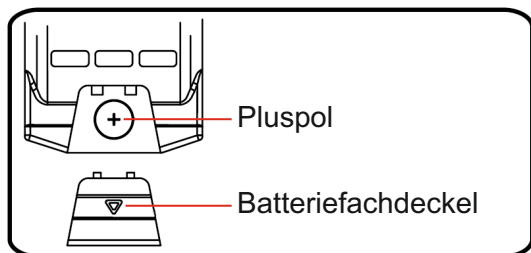

Abb. 1
- » Legen Sie die CR2032-Batterie mit der positiven Seite nach außen ein (siehe Abb. 1).